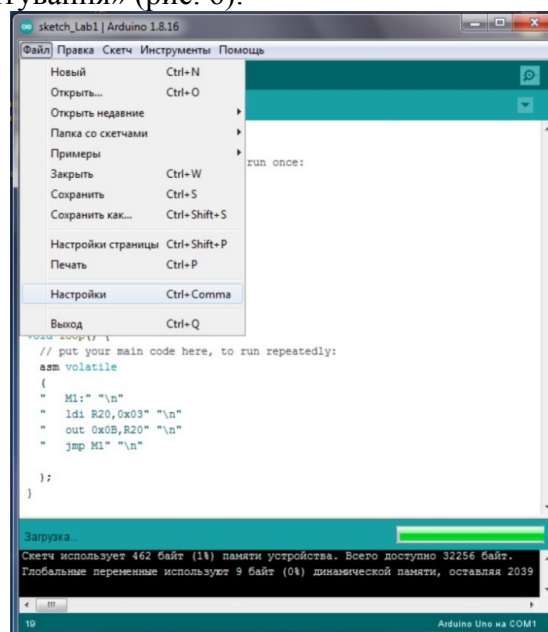

Рис. 6
«Віртуальні інструменти». Поряд з панеллю (на білому полі) з'явиться перелік цих інструментів. Виберіть перший з переліку, що називається «OSCILLOSCOPE». Розмістіть його на полі аркуша справа і з'єднайте провідниками входи віртуального осцилографа (А, В) з виводами мікроконтролера, як це показано на рис. 6.
Для цього необхідно запустити Arduino Ide і перед компілюванням скетчу зайти на вкладку «Файл» і далі «Налаштування» (рис. 6).
1. Для схеми рис.6 створити скетч для запалювання світлодіоду, під'єданого до виводу 13 мікроконтролера за Прикладом 1.